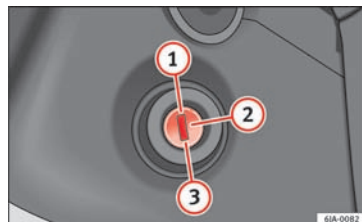

Fig. 170 Tændingsnøglens positioner
- Starteren må kun aktiveres (tændingsnøglen i position **3**) » » Fig. 170 » » Side 154), når motoren er standset. Hvis starteren bliver betjent, når motoren er startet, kan den blive beskadiget.
- Træd koblingspedalen helt ned, og start motoren **③** » **Fig. 170** » Side 154 uden at træde på speederen. Hold koblingspedalen nede, indtil motoren starter.
- Så snart motoren starter, skal du slippe tændingsnøglen. Nøglen springer tilbage til position **②**.
- Hvis motoren ikke starter efter ca. 10 sek., skal du dreje nøglen til position **①** igen. Gentag forsøget efter ca. 30 sek.
Du standser motoren ved at dreje tændingsnøglen til position **①** » **Fig. 170** » Side 154.